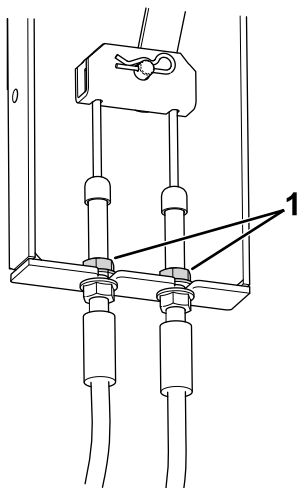

Figura 76
3. Localize a montagem do cabo do travão (Figura 76) debaixo do lado esquerdo da máquina, junto da roda esquerda.